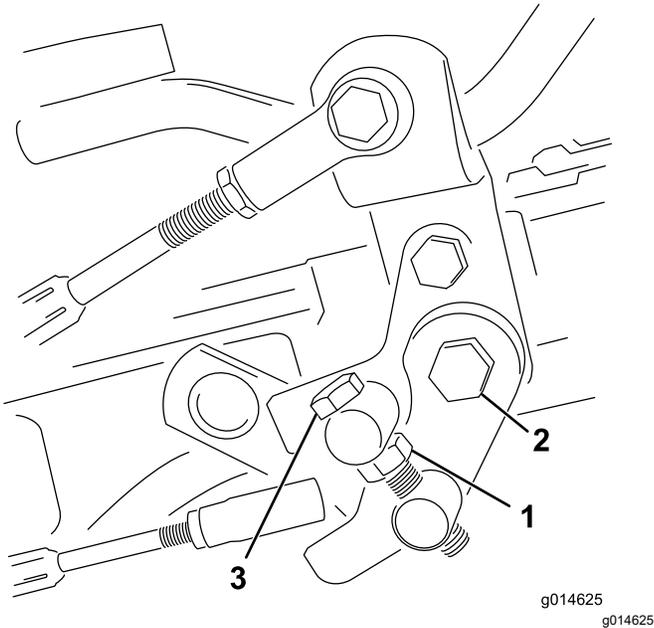

图 44
1. 松开枢轴螺栓上的锁紧螺母图 44。
4. 上紧枢轴螺栓上的锁紧螺母和踏板枢轴上的螺母锁定调整图 44。检查调整情况并按需要调整。